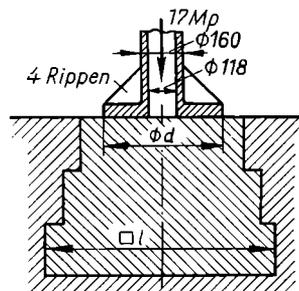

Bild 28
53. Eine hohle Säule aus Grauguß von 160 mm äußerem und 118 mm innerem Durchmesser (Bild 28) ist mit 17 Mp belastet. Zu berechnen sind **a)** die im Säulenschnitt auftretende Druckspannung; **b)** der Außendurchmesser D des Säulenfußes so, daß die Flächenpressung an dem stützenden Ziegelmauerwerk höchstens 10 kp/cm^2 wird; **c)** die quadratische Seitenlänge l der Mauerwerksohle so, daß der Baugrund eine Flächenpressung von höchstens 2 kp/cm^2 erfährt.